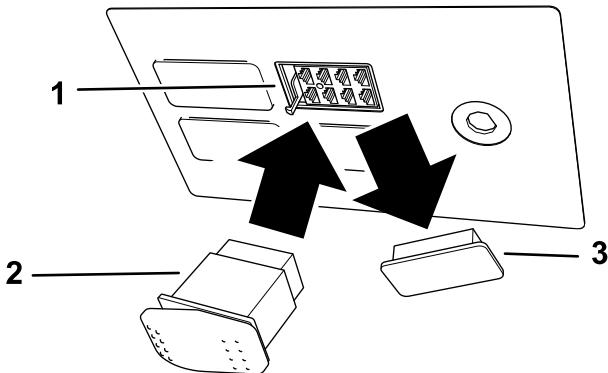

図 7
5. スイッチパネルの右前についているプラグを外して捨てる図 7。
6. スイッチにコネクタを嵌め、スイッチをパネルに取り付ける図 7。